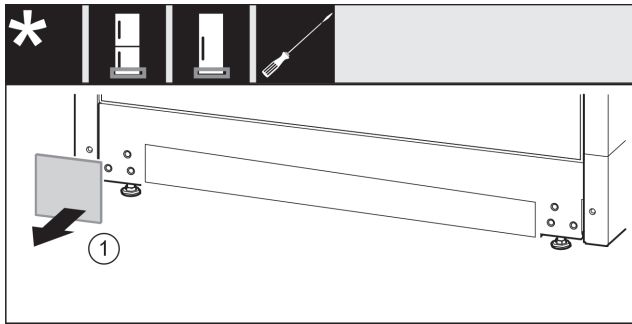

Fig. 33
- ▶ Abdeckung abnehmen. Fig. 33 (1)